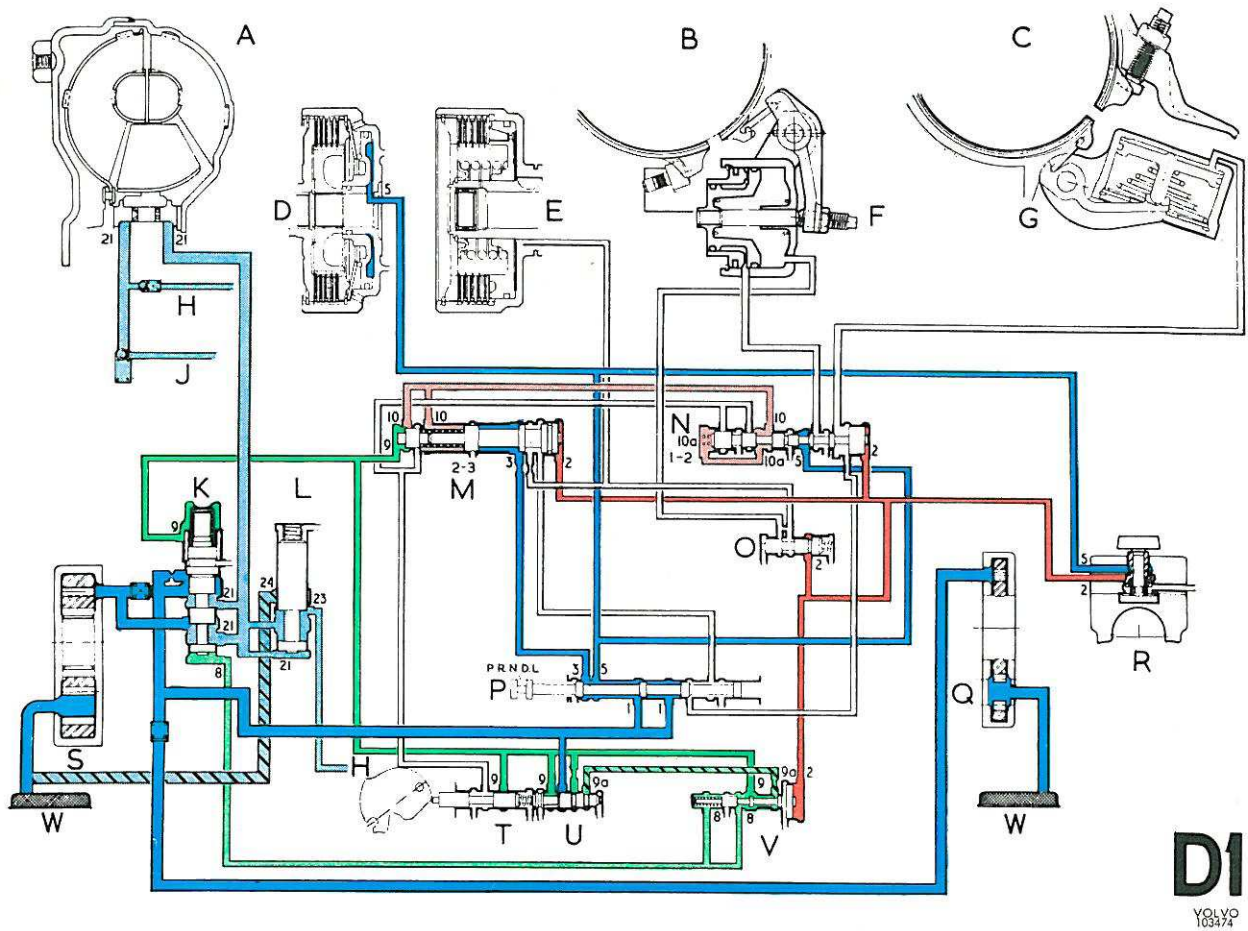

Figure 21. Circuit d'huile en 1ère vitesse, position D
**Position D, 1ère vitesse, voir figure 21**
du papillon d'accélérateur comme indiqué sur la figure 21, on obtient une pression d'accélérateur modulée (8) qui est réglée par le piston de la valve modulatrice. Cette pression actionne la valve régulatrice primaire en sens inverse de la pression d'accélérateur (9), ce qui permet d'obtenir une pression de ligne principale adaptée pour des passages de vitesse progressifs et sûrs dans toutes les conditions de marche.